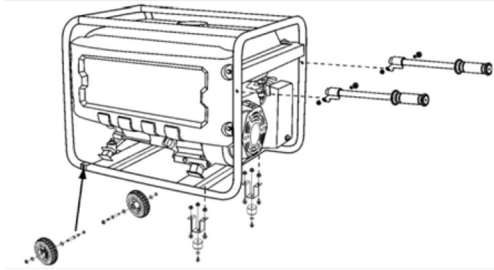

Fig. 6 – Montaje de los pies, ruedas y puños
- b. Monte el eje en la estructura del generador, ponga el eje en el orificio indicado (fig. 6). Apriete el sistema con la tuerca;
- d. Para montar las patas, monte la base de goma pegando en la parte inferior la arandela y el tornillo y del otro lado del soporte la tuerca (fig. 6), después fijar el soporte en la estructura del generador con el auxilio de tornillos y tuercas;